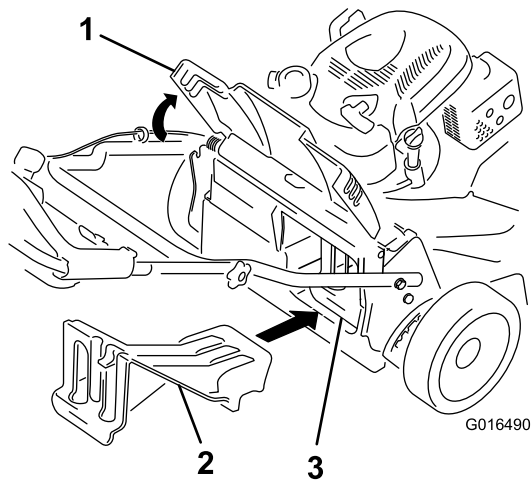

Рисунок 24
- Если не установлена заглушка заднего выброса, возьмите ее за рукоятку, поднимите задний отражатель и вставьте ее в желоб заднего выброса, пока защелка не зафиксируется на месте, см. Рисунок 24.
Внимание: Убедитесь, что задняя выпускная пробка установлена на своем месте, и произведите утилизацию травы и срезанных листьев (Рисунок 24).